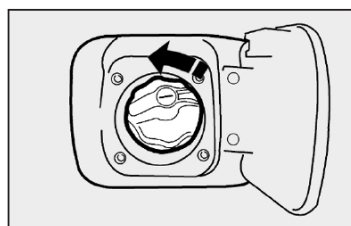

fig. 87
- segure a tampa e gire a chave no sentido anti-horário; prossiga girando a tampa **fig. 87** até o seu completo desalojamento;